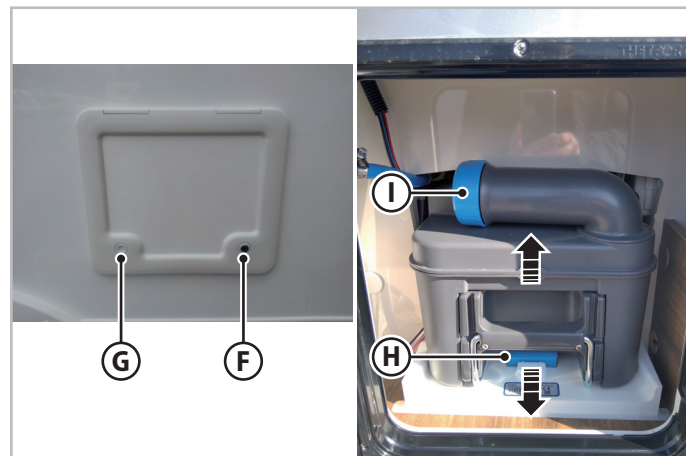

Fig. 6.45 - Tømning af toiletboksen
2. Åbn låsen med nøglen (F - Fig.6.45) og fjern derefter nøglen.
3. Tryk på knapperne G og F (Fig.6.45) , åbn lågen.
4. Udvøv et let tryk på håndtaget (H - Fig.6.45) i opadgående retning og træk boksen ud.
5. Tag dækslet (I - Fig.6.45) af, og tryk på udluftningsknappen for at tømme boksen.